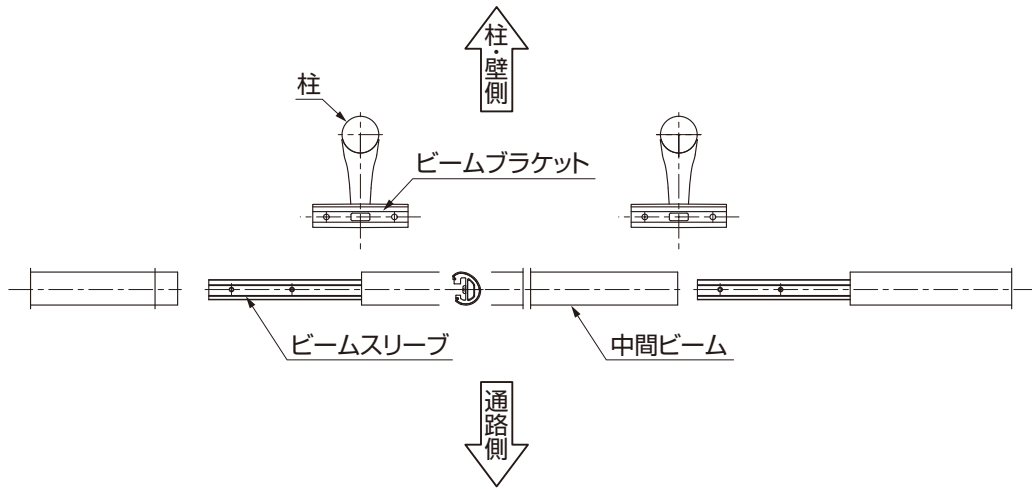
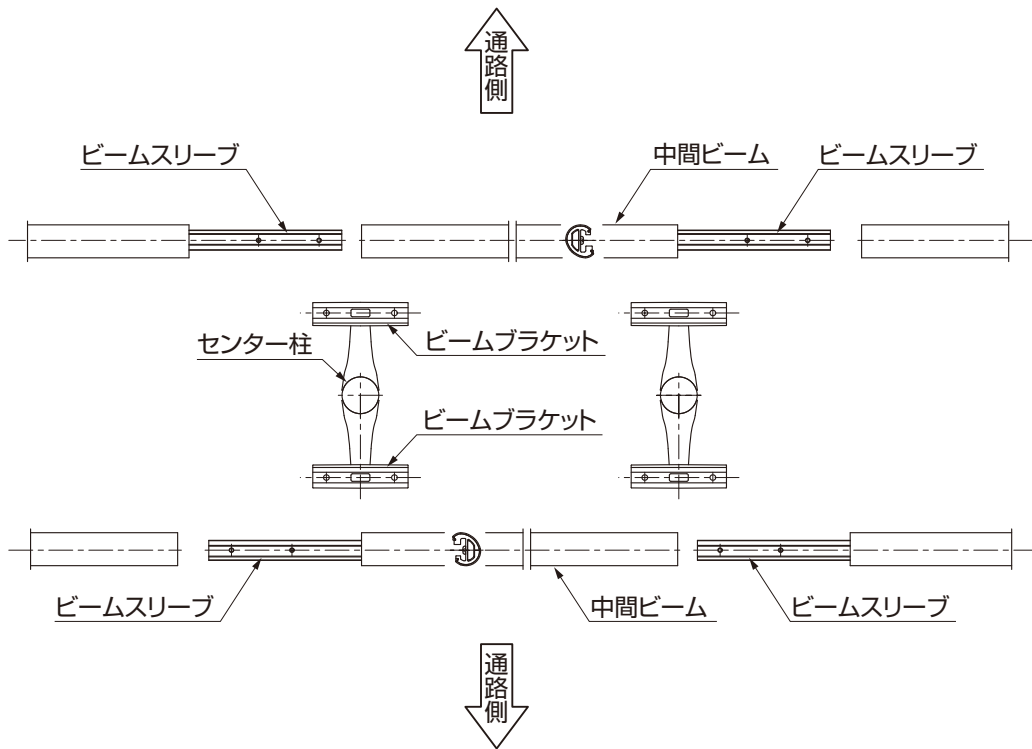

図3-1 フロント2段仕様・壁付仕様の場合
図3-2 センター柱仕様の場合
- ビームを取付ける場合、柱・ブラケットとビームの向きは、「図3-1」、「図3-2」を参照してください。